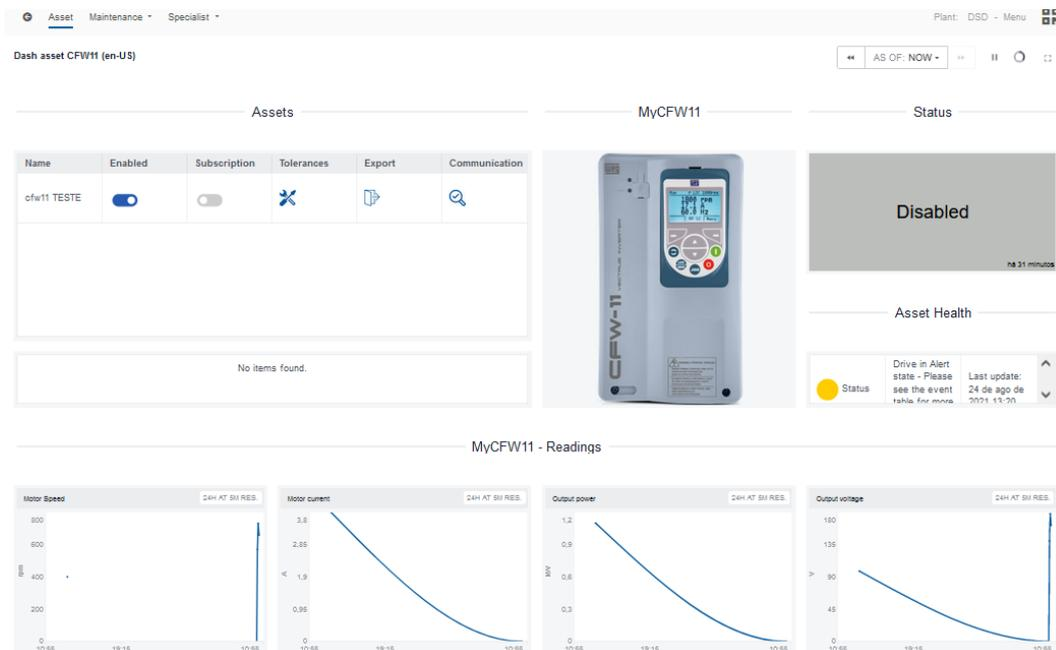

Figura 3.10: Dashboard del drive registrado en el MFM
Paso 9 La Figura 3.10 presenta el dashboard del drive recién registrado en el MFM.